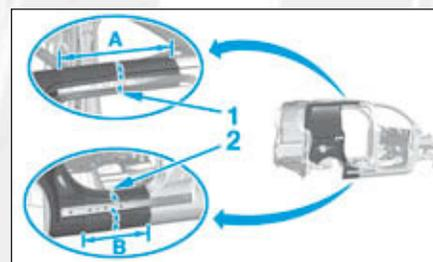

FIG.144
- Tracer en (1) et (2) dans les zones de coupe (A) et (B) puis découper (Fig.144).